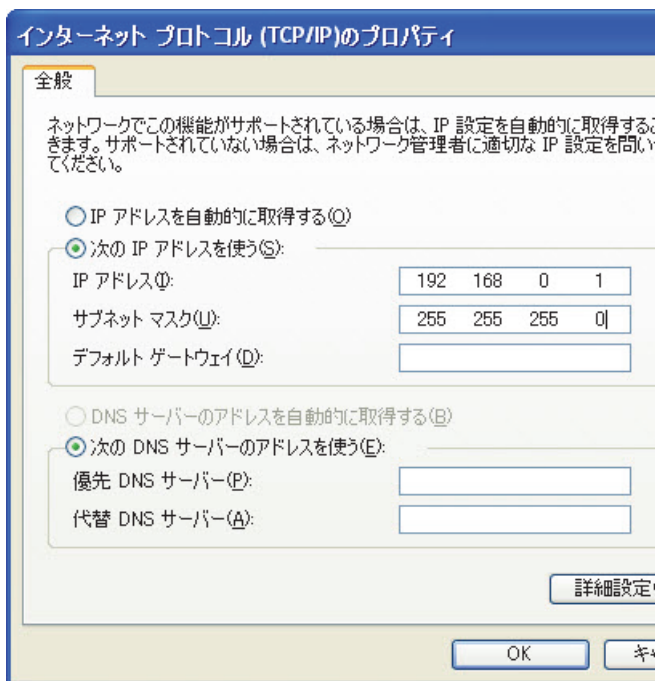

図 7-9 インターネットプロトコル (TCP/IP) プロパティダイアログボックス (Windows XP)
7. インターネットプロトコル (TCP/IP) のプロパティダイアログボックスで、次の IP アドレスを使うを選択します (220 ページの図 7-9 参照)。